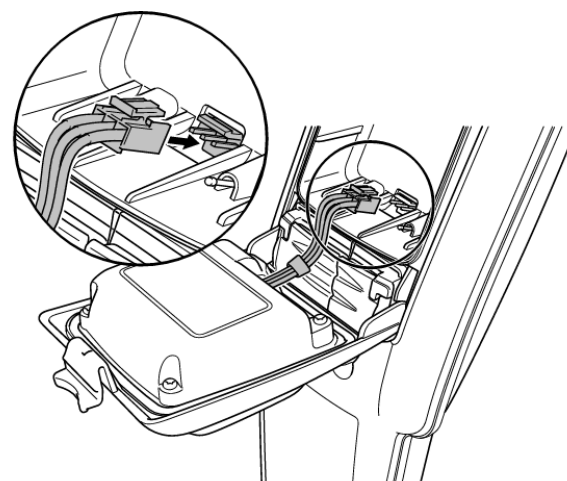

図 4.7 リチウムイオンリードを接続
- 2 リチウムイオン電池パックを使用する場合、誘導コネクタを外します (図 4.7 参照)